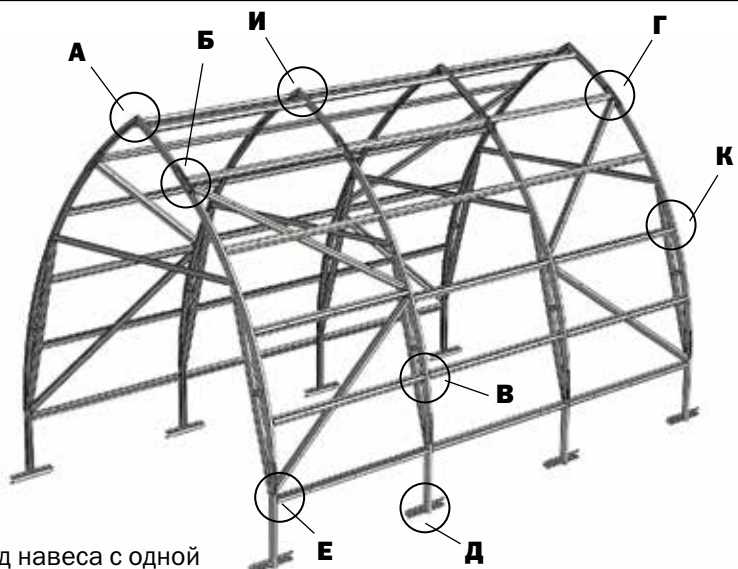

Рис. 1
1. Общий вид каркаса представлен на **рис.1**. Каркас собирается из профильных нумерованных деталей. Средние полки профиля обращены к покрытию.
Рис. 1а
Рис. 1б